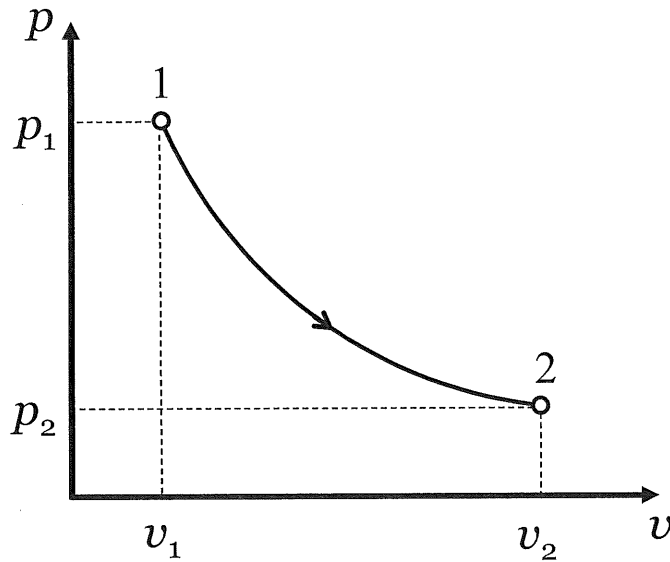

図 1
1. 図1に示すように、理想気体が状態1(p_1, v_1, T_1)から状態2(p_2, v_2, T_2)まで、周囲と熱交換を行わないで可逆的に状態変化を行ったとする。なお、圧力 p 、比体積 v 、温度 T 、気体定数 R 、定積比熱 c_v 、定圧比熱 c_p 、比熱比 κ 、比エンタルピー h 、比内部エネルギー u とする。